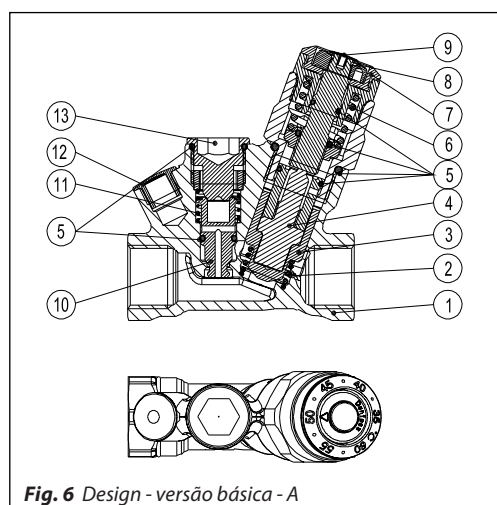
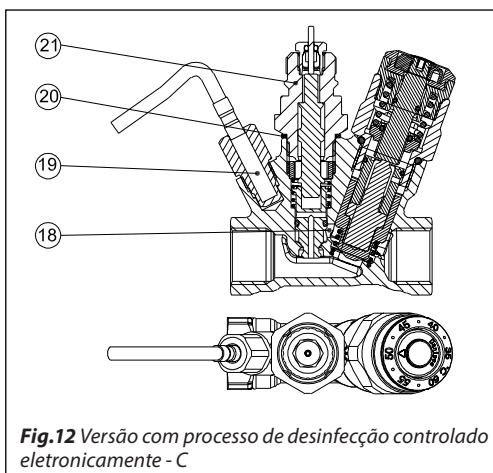

Fig. 6 Design - versão básica - A
Fig.12 Versão com processo de desinfecção controlado eletronicamente - C
A MTCV é uma válvula termostática automática e proporcional. Um termoelemento (fig. 6 elem. 4) é colocado no cone da válvula (fig. 6 elem. 3) para reagir às mudanças de temperatura.
Uma mola de segurança (fig. 6 elem. 6) protege o termoelemento de danos quando a temperatura da água excede o valor do ponto de definição.
Após remover a proteção do plugue de desinfecção (fig. 6 elem. 13)-(isto pode ser feito durante as condições de trabalho, sob pressão) o módulo de desinfecção termostática pode ser montado (fig. 9 elem. 17).
- 1-13 Como descrito na fig. 6
Após remover o plugue de desinfecção (fig. 6 elem. 13) o adaptador pode ser montado (fig. 12 elem. 21) e o termoatuador TWA pode ser montado.
Um sensor de temperatura PT 1000 deve ser montado no cabeçote do termômetro (fig. 12 elem. 19).